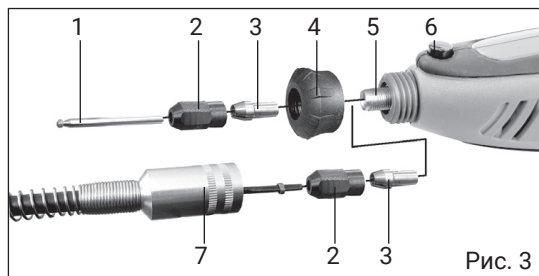

Рис. 3
Расположены в пластиковом корпусе (рис. 1 поз. 8), состоящем из двух половин. Выключатель гравёра (рис. 1 поз. 1) имеет два фиксированных положения: «I» - включено и «0» - выключено. Регулировка оборотов (рис. 1 поз. 2) изменяет скорость вращения якоря двигателя (шпинделя) в пределах от 8000 до 35000 об/мин. Насадки зажимаются в цанговом патроне (рис. 3) (свёрла, биты, фрезы, насадки для крепления кругов, щётки и т.д.). Это основные рабочие инструменты гравёра.
- установите в цанговый патрон необходимую рабочую насадку (см. рис. 3).
- надёжно зажмите насадку в цанговом патроне плотно закрутив зажим цанги (рис. 3 поз. 2), при этом следует надёжно удерживать кнопку стопора (рис. 3 поз. 6).
- для замены цанги необходимо: полностью выкрутить зажим цанги, вынуть цангу, установить цангу нужного размера и зафиксировать её зажимом цанги (рис. 3).
5.4 Установка рабочего инструмента и гибкого вала (см. рис. 3):
- открутить и снять защитную гайку (рис. 3 поз. 4) гравёра;
- нажав кнопку блокировки рабочего вала (рис. 3 поз. 6), ослабить зажим цанги;
единительную муфту гибкого вала (рис. 3 поз. 7) к гравёру на место защитной гайки (рис. 3 поз. 4).